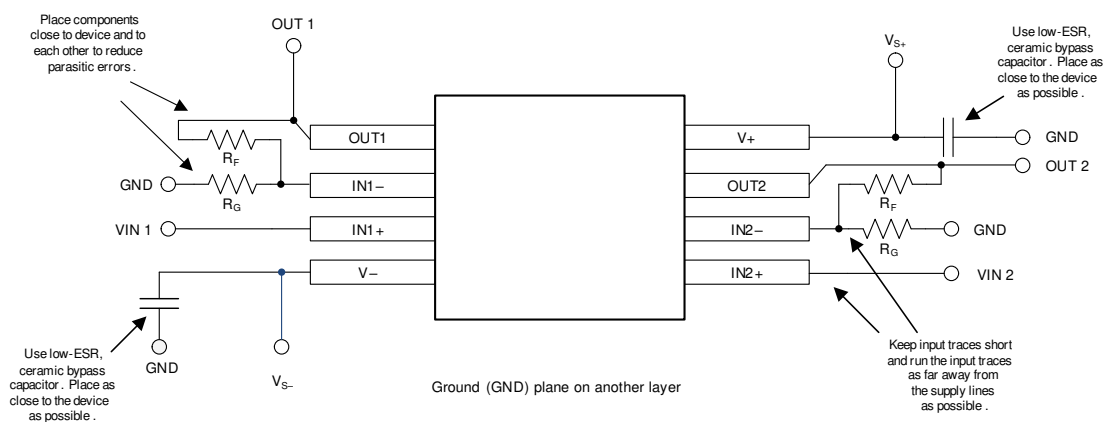

図 8-4. レイアウト例
- 外付け部品は、可能な限りデバイスに近く配置します (図 8-4 を参照)。RF と RG を反転入力に近付けて配置すると、寄生容量を最小化できます。